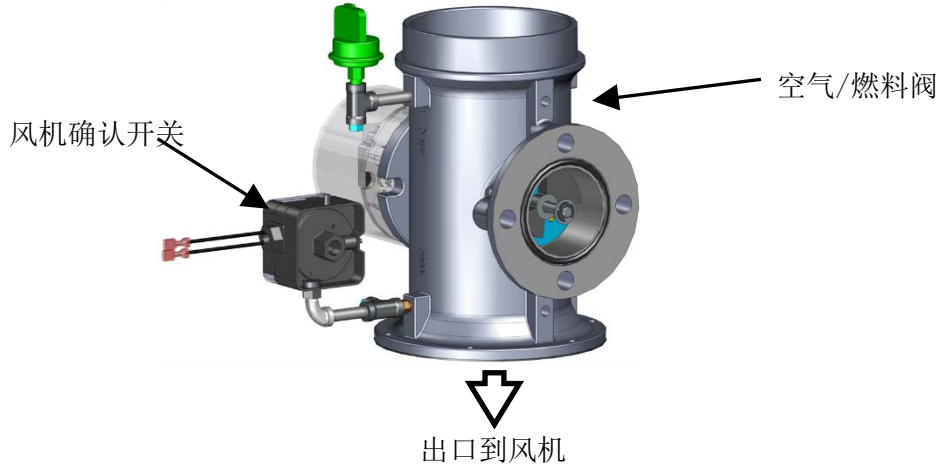

图 3-5. 风机确认开关
4. 然后，空气/燃料阀上的风机确认开关（图 3-5）将会关闭。显示屏将显示 **PURGING**（正在吹扫），并且指示吹扫周期已进行的时间（秒）。